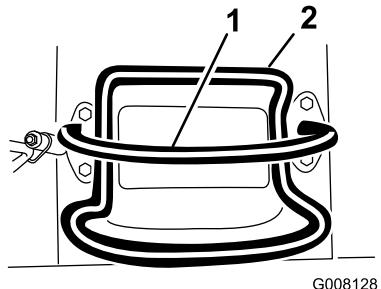
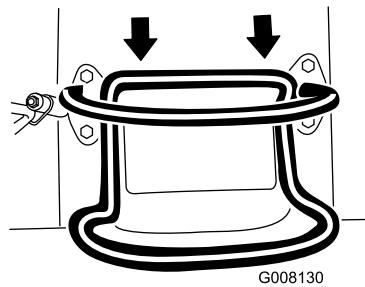

Bild 7
Bild 9
- Bewegen Sie den Fahrantriebshebel nach hinten, um rückwärts zu fahren (Bild 9). Schauen Sie beim Rückwärtsfahren nach hinten und achten Sie auf Hindernisse, fassen Sie den Anschlagbügel mit den Händen an (Bild 7).
- Lassen Sie zum Anhalten den Fahrantriebshebel los (Bild 7).